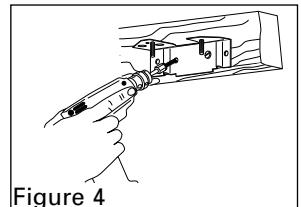

Figure 4
2. Monter le support de montage latéral sur la solive avec les deux vis à bois fournies (Figure 4).